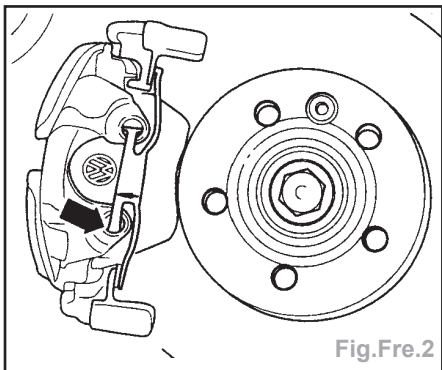

Fig.Fre.2
- Décrocher le ressort de retenue des plaquettes de frein hors du boîtier d'étrier de frein et retirer le ressort (Fig.Fre.2).